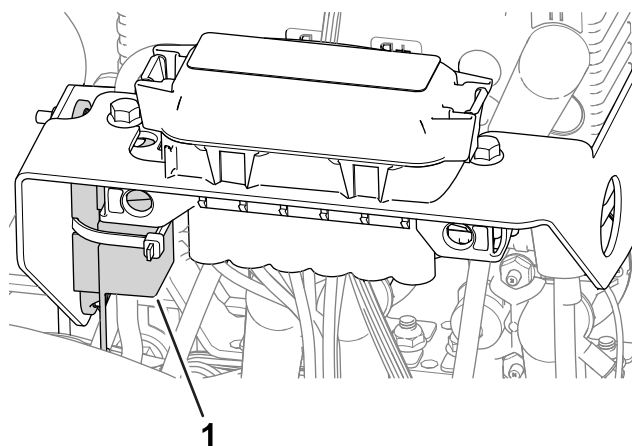

Figura 57
- El fusible del motor de la rueda izquierda (60 A) está situado debajo de la cubierta del lado izquierdo de la máquina, cerca de los fusibles del circuito de transmisión del molinete (Figura 57).